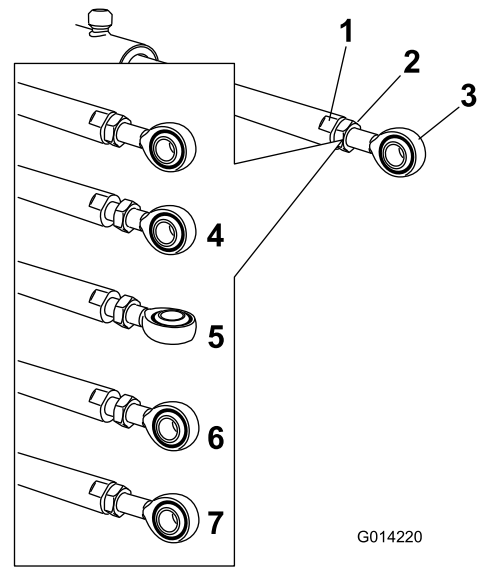

Figura 110
5. Coloque una llave plana sobre las zonas planas del actuador para inmovilizarlo, luego afloje la contratuerca para poder manipular la rótula (Figura 110).
6. Gire la rótula del actuador para acortar o alargar el actuador extendido a la posición deseada (Figura 110).